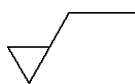

图 6-39 绘制表面粗糙度符号
(3) 利用“WBLOCK”命令打开“写块”对话框,拾取图 6-39 所示图形下尖点并以其为基点,以图形为对象,输入图块名称并指定路径保存图块,确认退出。